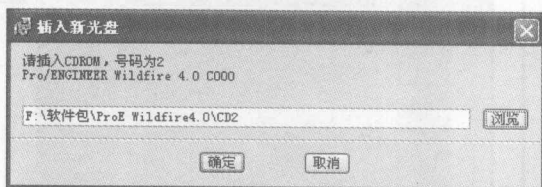
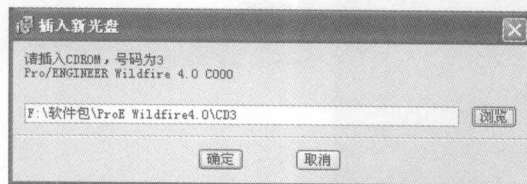

图 1-14 【插入新光盘“号码 2”】界面
图 1-15 【插入新光盘“号码 3”】界面
STEP 13 系统再次弹出【插入新光盘】对话框，如图 1-14 所示，更换标有“号码为 2”的光盘，单击【确定】按钮，进入继续安装状态，直到再次出现【插入新光盘】对话框，如图 1-15 所示，更换标有“号码 3”的光盘，单击【确定】接着安装软件。